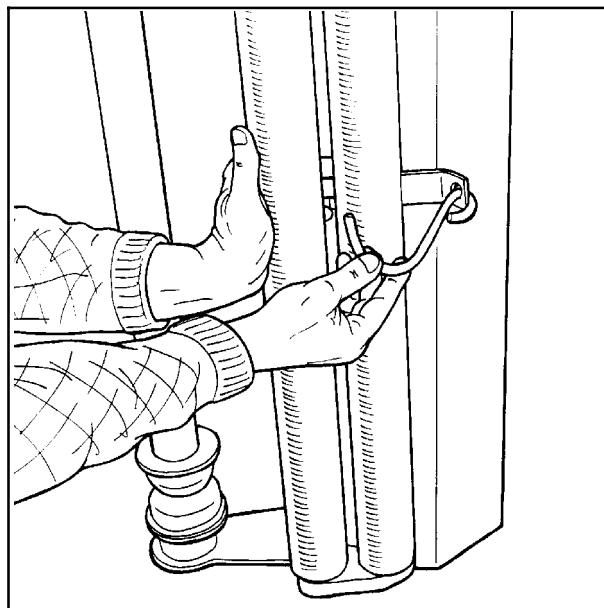

Fig. 5-1
- 5.1 Når plastrullen skal monteres, må forstreker-rollene holdes til siden. Hold rullene ut til siden og sett på holdekroken. (Se fig. 5-1).